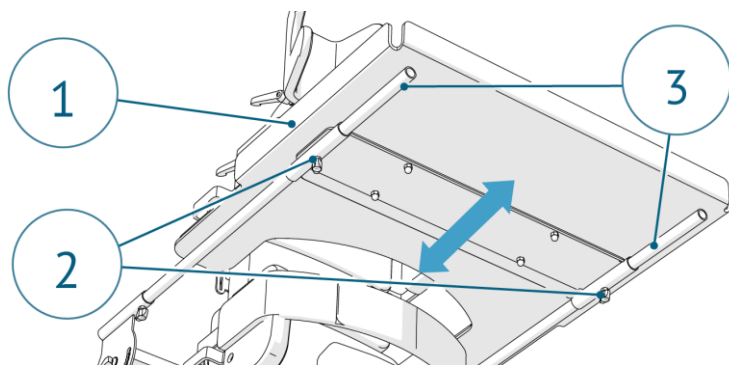

Рисунок 19. Регулировка глубины установки стола
Для регулировки глубины установки стола (1) необходимо ослабить гайки-барашки (2). Переместив стол по направляющим (3) в нужное положение зафиксировать, затянув гайки-барашки (2) (рис.19).